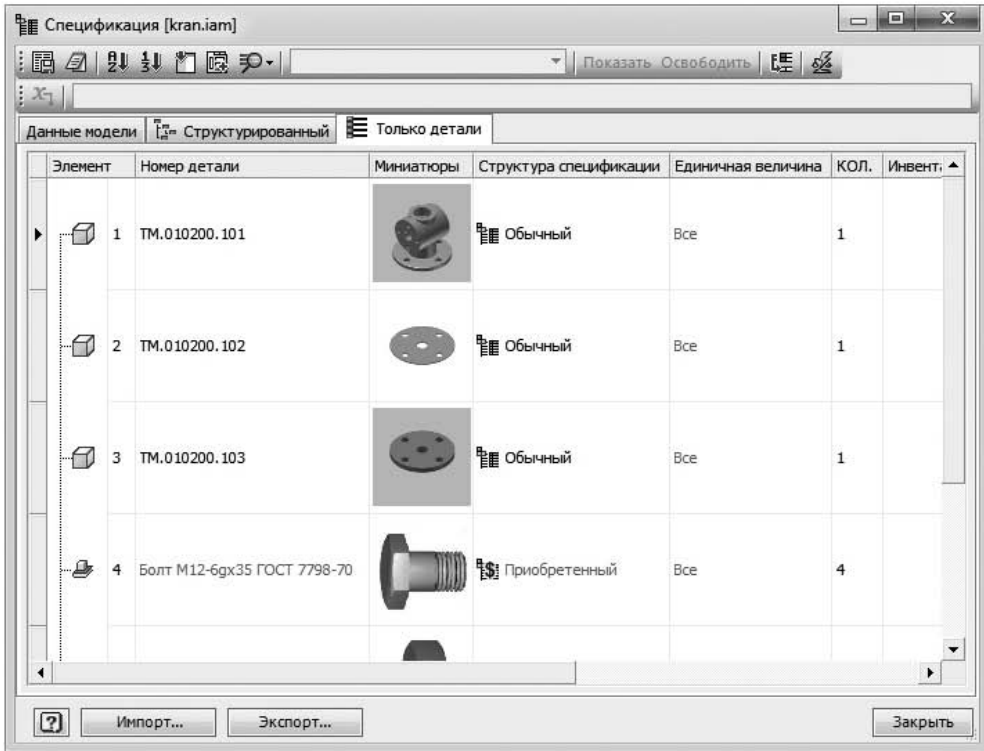

Рис. 9.22. Состав сборочной единицы
6. Отсортируйте при необходимости последовательность составных частей сборочной единицы (рис. 9.22), перемещая строки записей мышью.